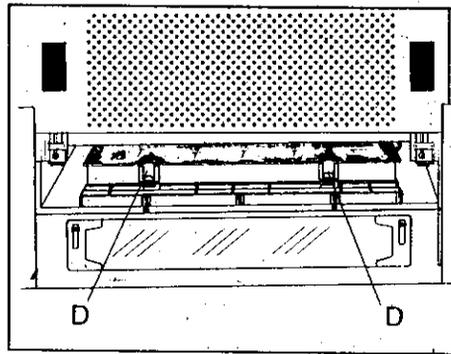
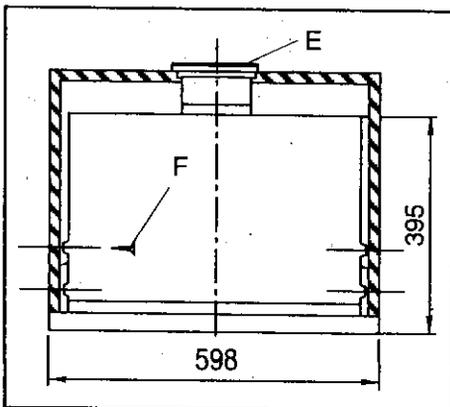

Fig. 3
Fig. 4
L'air est épuré en passant à travers un filtre et renvoyé dans la pièce. Pour la commande s'adresser au fournisseur. Pour le montage du filtre, procéder de la façon suivante: introduire le filtre dans son logement et le fixer à l'aide des deux crochets "D" (fig. 3). L'air filtré est convoyé au dessus de l'élément supérieur. Le déflecteur "E" (fig. 4) peut être appliqué au tube d'évacuation en utilisant les vis prévues à cet effet.
Appliquer respectivement 2 cales à gauche et 2 à droite aux angles de fixation de la hotte à l'élément et les fixer dans les trous présents. Fixer la hotte à l'élément à l'aide des vis "F" (4,5x16) fournies avec l'appareil (fig. 4).
- Appuyer sur les deux touches "D" (fig. 3), tirer légèrement le filtre vers l'avant et l'enlever.